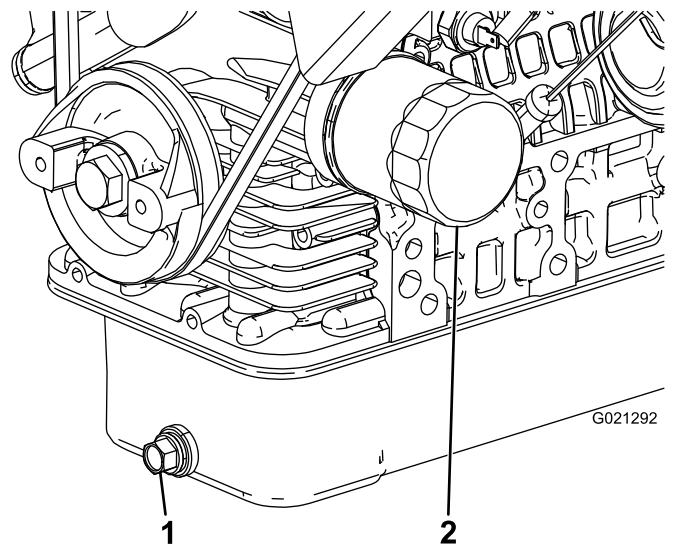

Figure 36
2. Retirez le bouchon de vidange et faites couler l'huile dans un bac de vidange (Figure 36).
4. Déposez le filtre à huile (Figure 36).